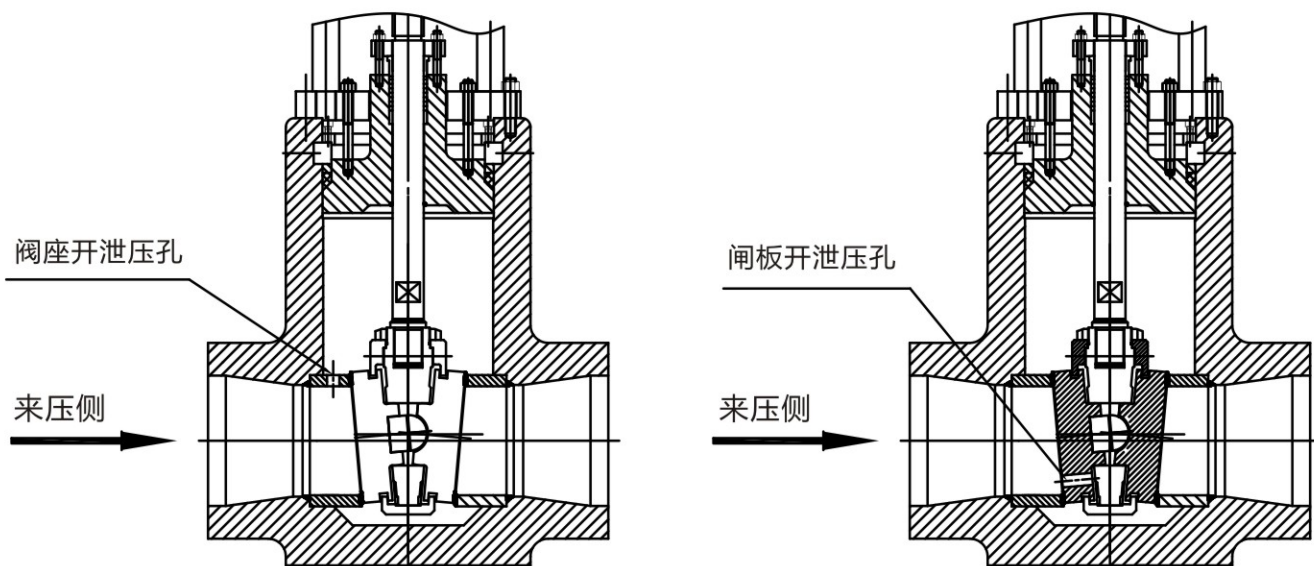

图6
1.2 主阀带防中腔憋压平衡孔示意图，在阀座或闸板上开孔，如图6；